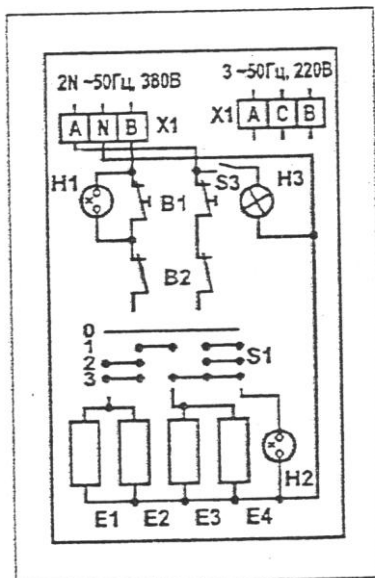

Рис.3
1.4.3.1 Принципиальные электрические схемы изделий приведены на рис.3,4, а перечень ее элементов в табл.3,4.
При подключении шкафов к сети с напряжением 3~50 Гц 230 (220)В на блоке зажимов X1 подсоединить три провода (А,В,С) (Рис.3)